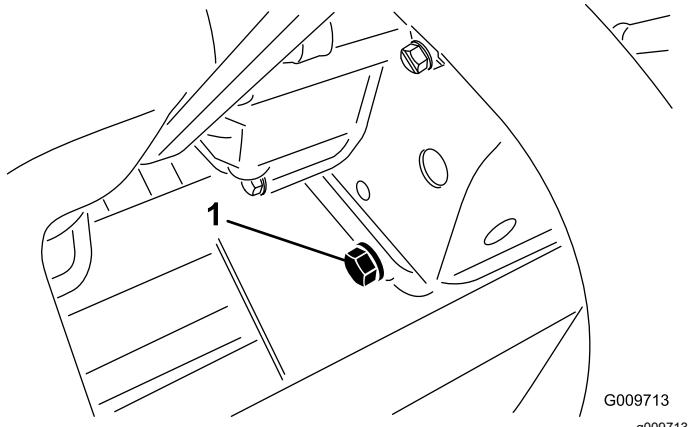

Рисунок 57
- Снимите пробку сливного отверстия (Рисунок 57) и дайте маслу стечь в сливной поддон.